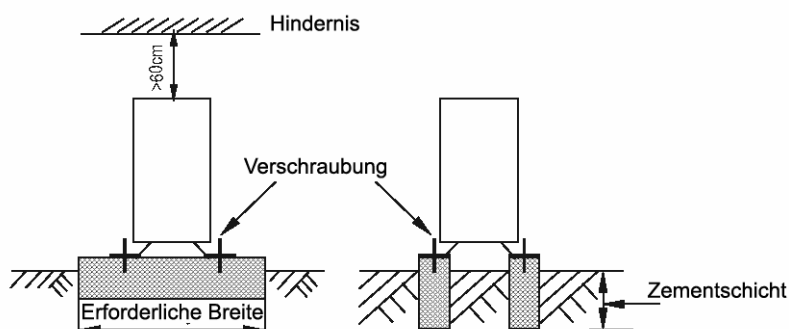

Abb. 11
- Schmieren Sie die Installationsfläche mit Zement aus. (Siehe Abb. 11)